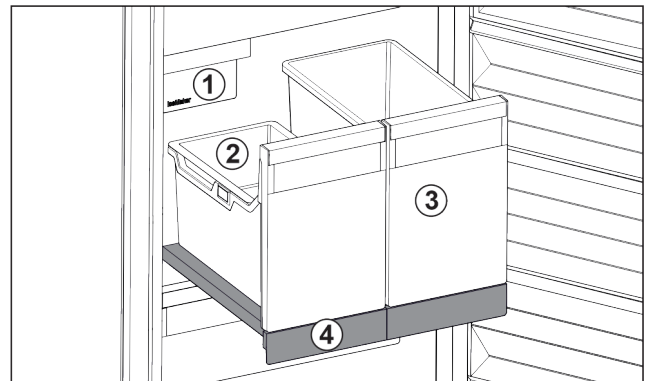

Fig. 138 Compartiment coulissant avec IceTower
- (1) IceMaker
- (2) Balconnet pour glaçons
- (3) Bac pour pizzas, boissons alcoolisées, etc.
- (4) Compartiment coulissant
Le compartiment coulissant comprend deux bacs hauts (IceTower). Le bac Fig. 138 (2) permet de recueillir et de stocker les glaçons de l'IceMaker. Les bacs Fig. 138 (3) sont conçus pour stocker des aliments hauts comme les pizzas et boissons alcoolisées.